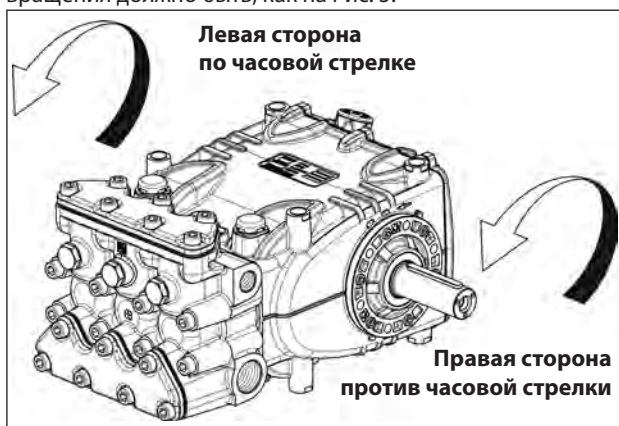

Рис. 5
Если стоять перед торцом насоса, то направление вращения должно быть, как на Рис. 5.
**Примечание.** На Рис. 5 изображена правосторонняя версия.